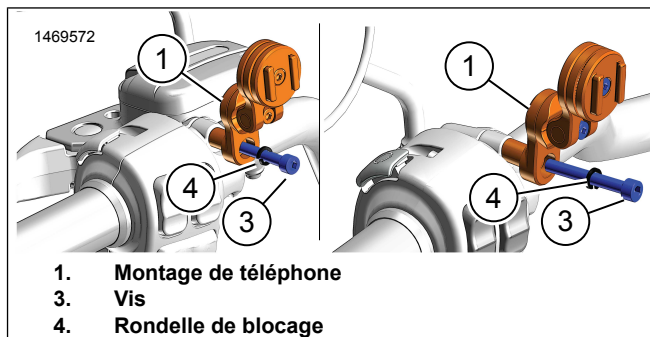

Figure 3. Installer le montage de téléphone au support d'embrayage/du miroir latéral gauche
1. Avant de serrer le boulon de support à téléphone (3), ajuster l'horloge pour permettre la visualisation sans obstruer les fonctions de la motocyclette.
2. **Modèles Touring, Trike, Softail, Dyna et Livewire** : Figure 3 Installer la vis (3) et la rondelle de blocage (4) sur le support d'embrayage latéral gauche. Serrer.
3. **Modèles Sportster XL, Street XG, Pan America et RH** : Figure 3 Installer la vis M6 (3) et la rondelle de blocage (4) sur le support du miroir latéral gauche. Serrer.